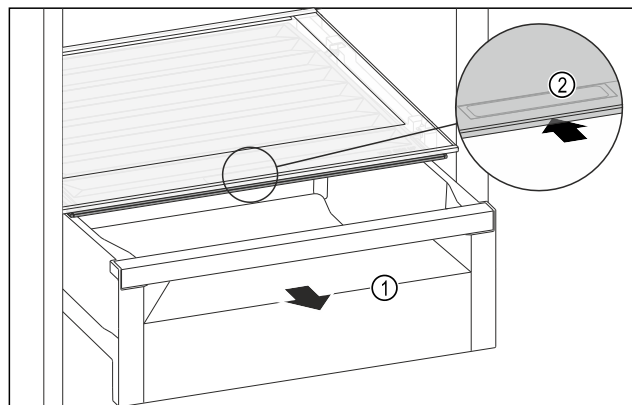

Fig. 66
- Estrarre il cassetto Fig. 66 (1).
- Afferrare la maniglia incassata Fig. 66 (2) sul coperchio dello scomparto e spingere allo stesso tempo all'indietro il coperchio dello scomparto.